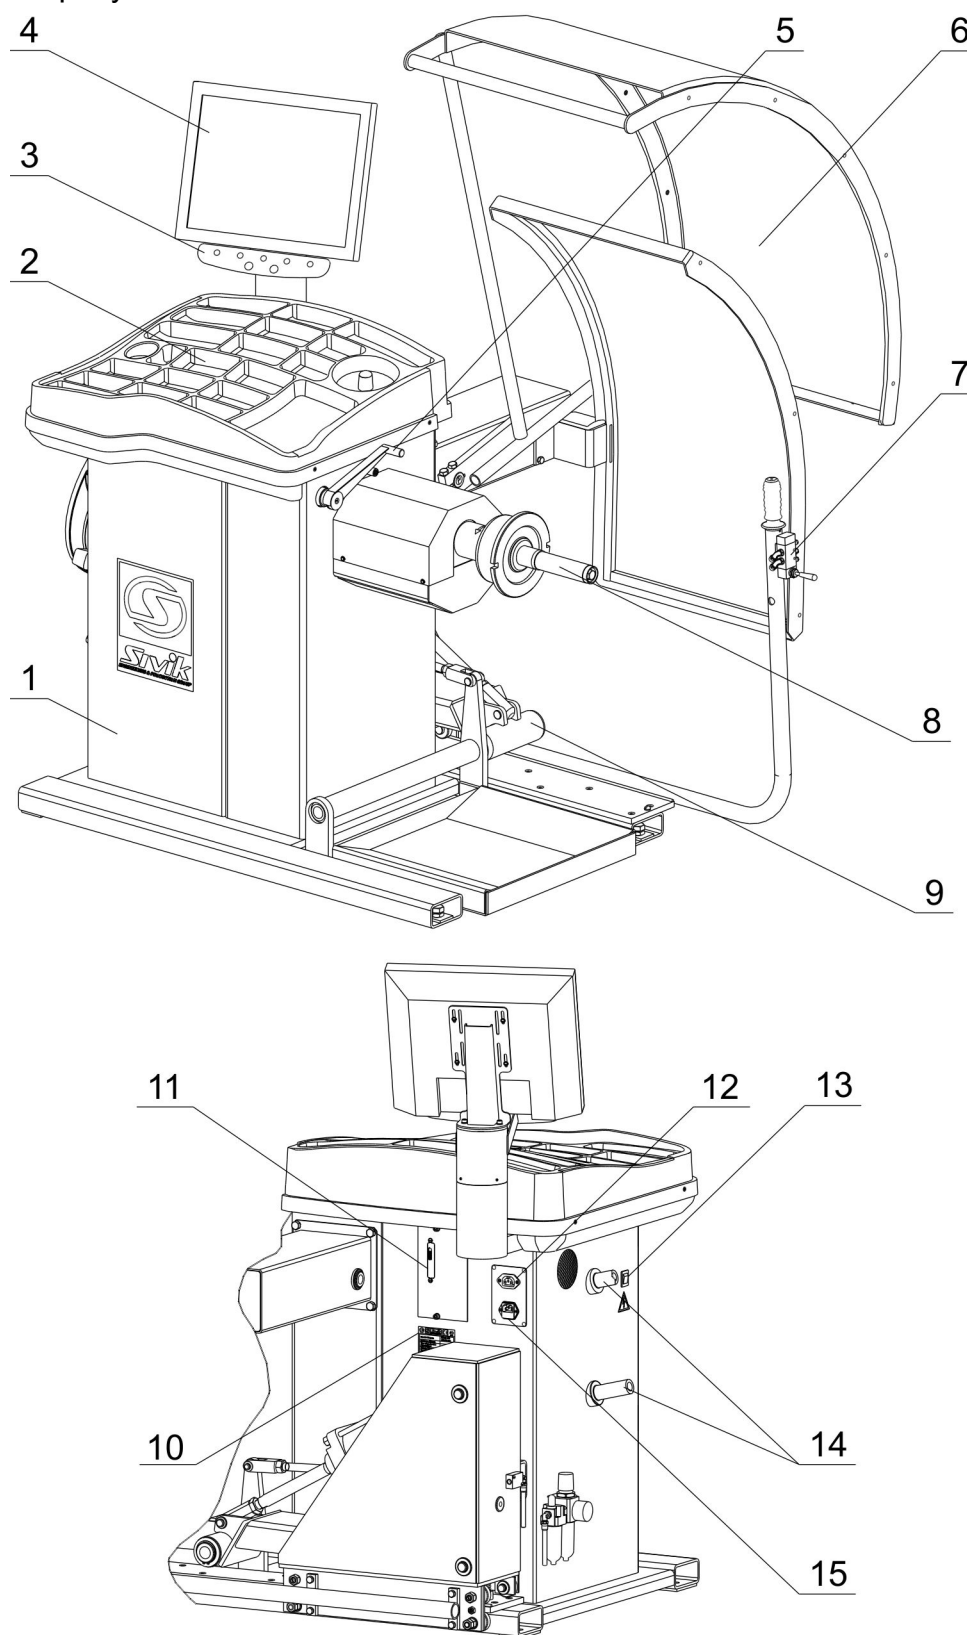

Рисунок 4.1 – Внешний вид станка
4.2.11 Подключить сетевой кабель к гнезду станка 12, расположенному на задней панели корпуса станка (рисунок 4.1), и к питающей сети, оборудованной розеткой с контактом заземления.